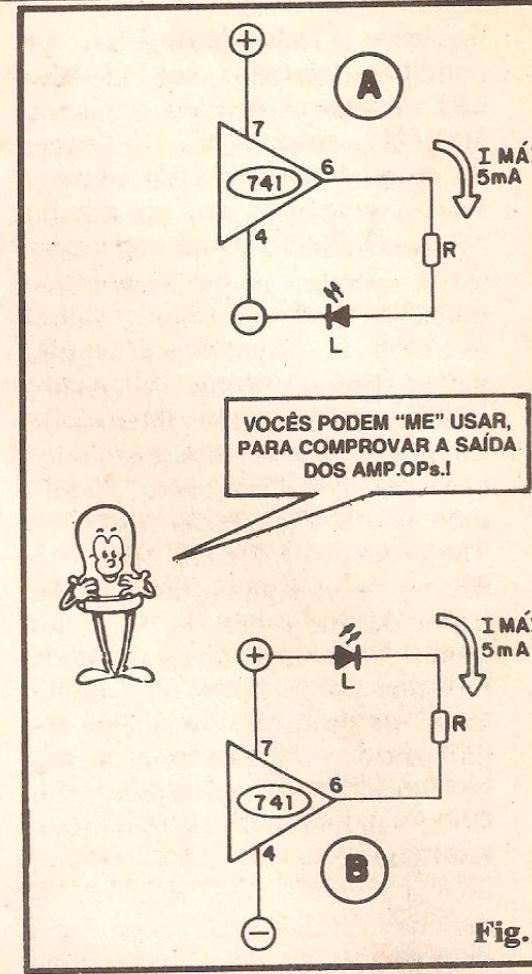

Fig.17
**FIG. 17 - O 741 ACIONANDO UM LED** - No arranjo 17-A, o LED será energizado (acenderá) quando a Saída do 741 (pino 6) estiver em “zero” até +V. Já na configuração 17-B, para que o LED acenda, é preciso que o pino 6 situe-se de “zero” até -V. Notem que o resistor/limitador R deverá ter seu valor calculado em função da Tensão de alimentação extrema, de “ponta a ponta” (uma fonte split de 9-0-9 é, então, considerada como de 18V, para tal cálculo...) e determinando uma Corrente máxima de 5 mA (vejam a “Aula” nº 5, sobre os LEDs e respectivos cálculos...).